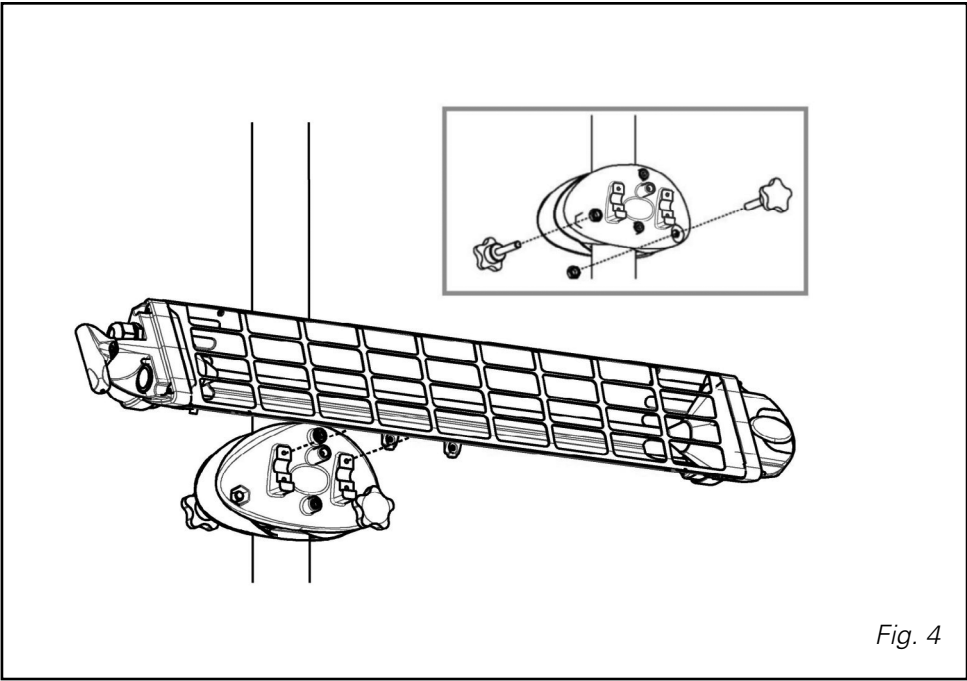

Fig. 4
- Mocowanie do słupka (4165.785). Urządzenie może zostać zamocowane do słupka o średnicy zawierającej się pomiędzy 20 a 60 mm. Do jego zamocowania użyć dołączonego do zestawu wspornika oraz uchwytów w kształcie litery U (rys. 4). Wspornik przeznaczony jest do zamontowania jednego urządzenia lub dwóch przeciwległych.